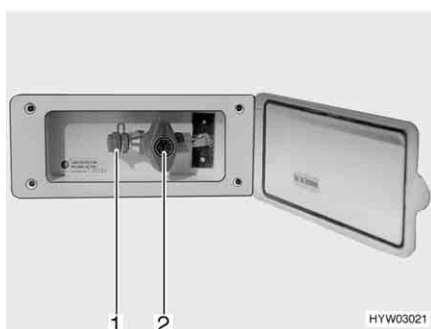

Fig. 55 Presa gas esterna, rubinetto di arresto del gas chiuso
La presa gas esterna (Fig. 55) si trova, a seconda del modello, nella parte posteriore o sul lato destro o sinistro del veicolo.
- Collegare l'apparecchio a gas esterno all'attacco (Fig. 55,1).
- Aprire il rubinetto di arresto del gas (Fig. 55,2).